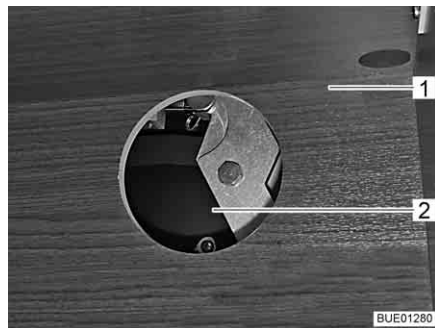

Fig. 116 Acceso al accionamiento
- Según el modelo, abrir la trampilla del armario de pared (Fig. 116,1) y retirar la tapa de la apertura de acceso (Fig. 116,2).